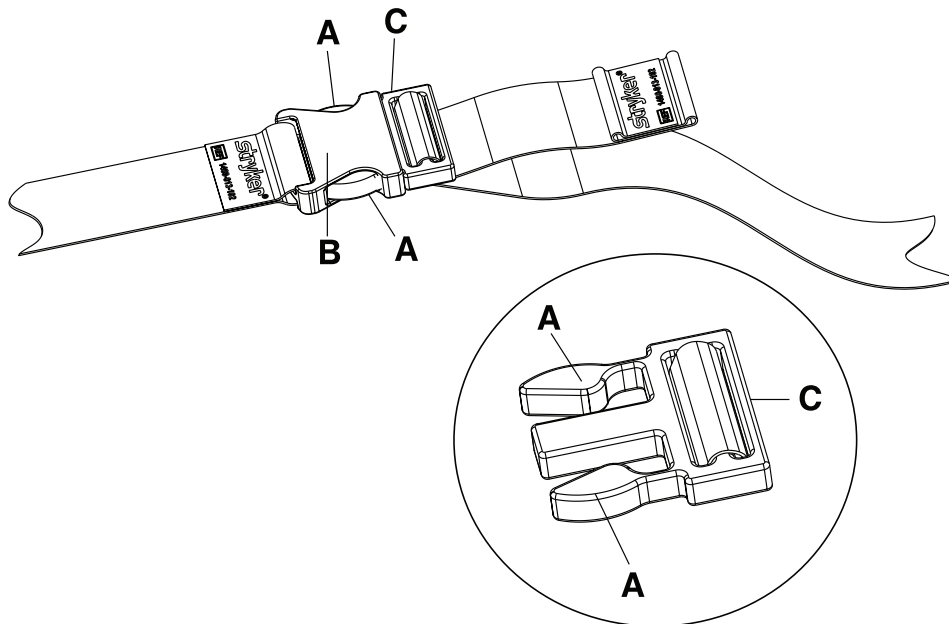
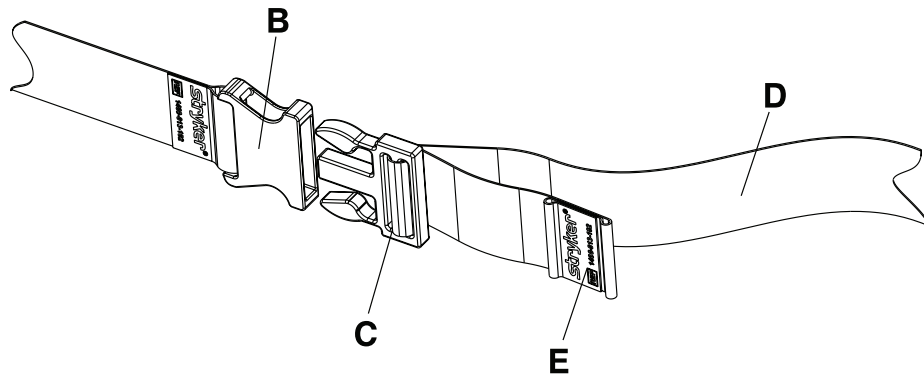

Abbildung 3-16: Beckengurt öffnen
Abbildung 3-17: Beckengurt schließen
- Öffnen des Beckengurts (Abbildung 3-16 auf Seite 3-29):**
- Die Laschen (A) an der Schnallensteckzunge greifen und zusammendrücken.
- Zum Trennen am Schnallenschloss (B) und an der Schnallensteckzunge (C) ziehen.
- Schließen des Beckengurts (Abbildung 3-17 auf Seite 3-30):**
- Die Schnallensteckzunge (C) in das Schnallenschloss (B) drücken, bis sie einrastet.
- Die Schnallensteckzunge (C) mit einer Hand greifen (Abbildung 3-16 auf Seite 3-29).
- Mit der anderen Hand den Riemen greifen (D) (Abbildung 3-17 auf Seite 3-30).
- Den Riemen durch die Schnallensteckzunge (C) ziehen, bis die gewünschte Länge erreicht ist.
- Das Schnallenschloss (B) mit einer Hand greifen (Abbildung 3-16 auf Seite 3-29).
- Mit der anderen Hand das gesäumte Ende des Riemens (E) greifen (Abbildung 3-17 auf Seite 3-30).
- Sicherstellen, dass die Schnallensteckzunge (C) sicher eingerastet ist. Überschüssiger Riemen darf nicht lose herunterhängen oder sich in den Rädern verwickeln.